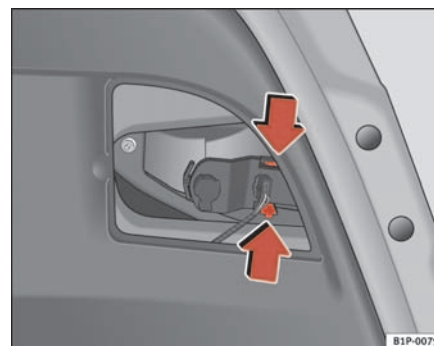

Abb. 165 Lampenfassung ausbauen
- Die Lampenfassung durch Eindrücken der Haltetaschen herausziehen ⇒ Seite 248, Abb. 165.